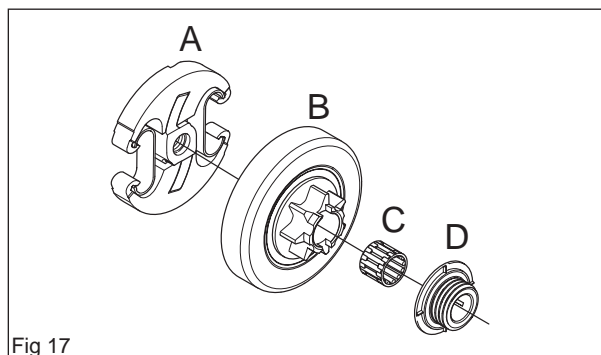

Fig 17
Démonter l'embrayage centrifuge (A). Retirer le tambour d'embrayage (B) le palier à aiguilles (C) et la roue d'entraînement de la pompe (D) (voir la figure 17).